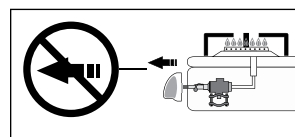

Figura 49
- No hable las perillas, porque el cono interno podría desacomodarse y originar fugas de gas (Ver figura 49).